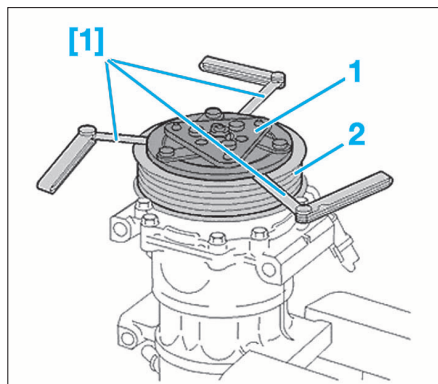

FIG. 43
- Contrôler l'entrefer en insérant un jeu de cales d'épaisseur [1] en 3 points différents entre le plateau (1) et la poulie (2) (Fig.43).